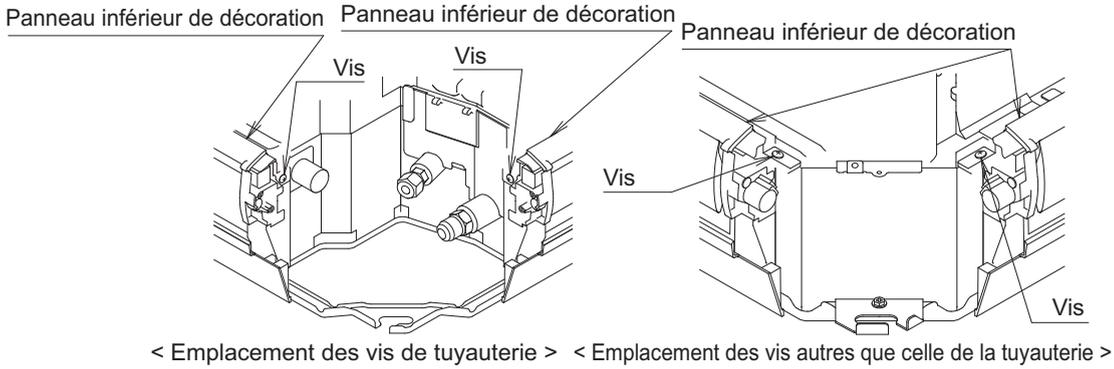

Fig. 14
* Si le matériel de blocage est difficile à insérer, desserrez la vis de gauche et de droite du panneau de décoration inférieur et insérez-le. Veillez à serrer les vis desserrées à nouveau après que le matériel de blocage soit fixé. **(Reportez-vous à la fig. 14)**